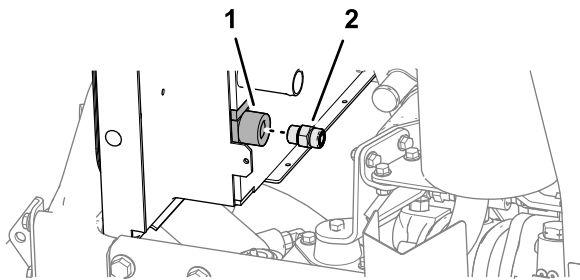

**Figura 29**
1. Nell'angolo inferiore anteriore del radiatore, montate il raccordo a 90° (guarnizione lato O-ring -8 / 3/4" SAE) nell'uscita del refrigeratore dell'olio come mostrato in Figura 29 e serrate il dado del raccordo.